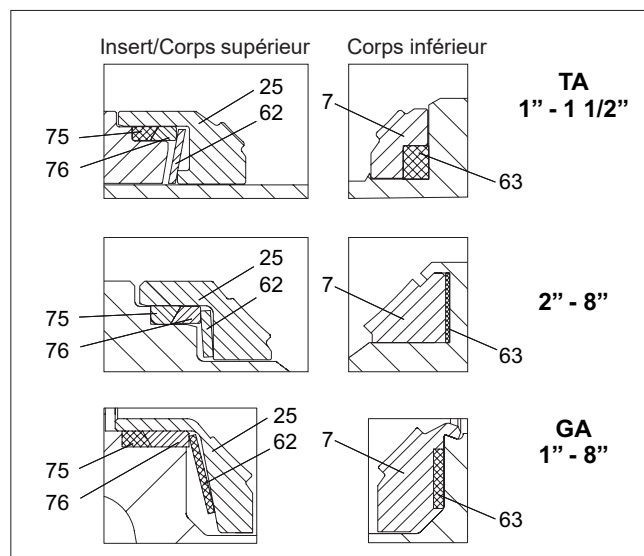

Fig. 27 Siège H
- Monter le joint (63) dans son logement sur le demi-corps inférieur, puis le siège (7) comme indiqué sur la figure 27.
- Verrouiller le siège (7), à l'aide de l'outil spécial (cf. 4.9.3).
- Monter le joint (75), l'anneau de retenue (76), le ressort (62) et le siège (25) dans le demi-corps supérieur. Cf. figure 27.